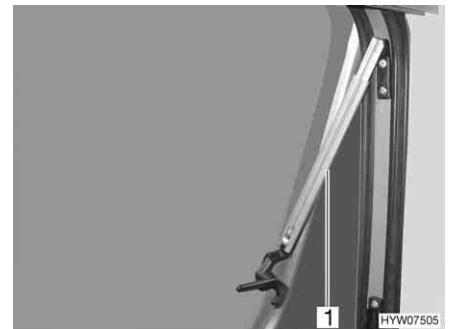

Bild 51 Överkantshängt fönster med automatik-spärrar, öppet
- Öppna det överkantshängda fönstret till önskat läge. Automatik-spärren (Bild 51,1) hakar fast automatiskt.